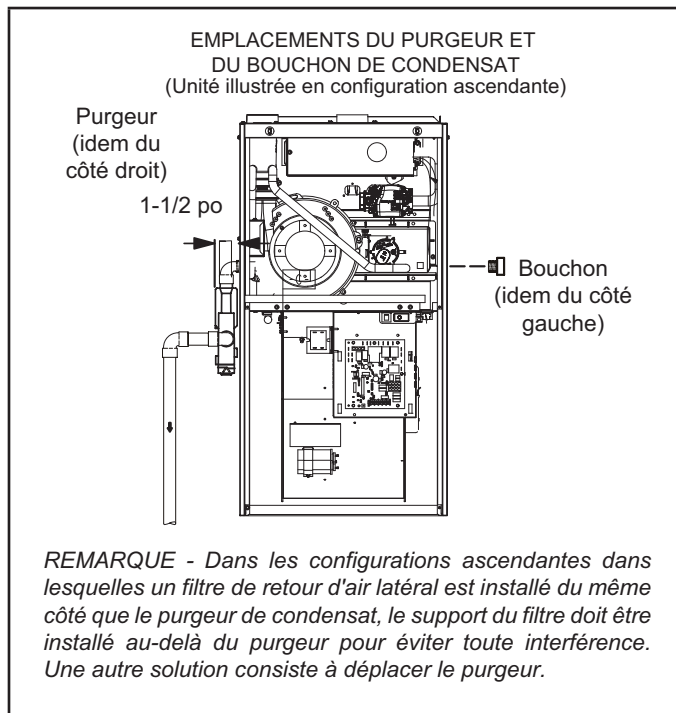
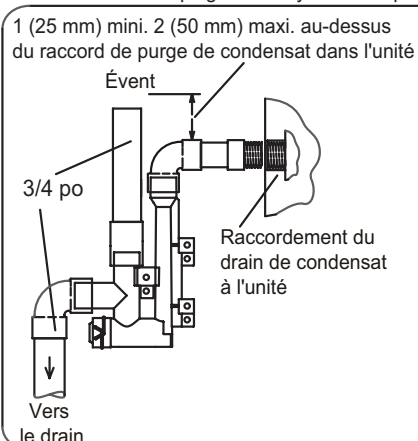

Figure 46
Figure 54
Reportez-vous aux Figures 46 et 48 pour les emplacements du purgeur de condensat. La Figure 54 illustre le purgeur avec un tuyau en PVC de 1/2 po ou de 3/4 po.
- 2 - Utilisez un grand tournevis plat ou une douille de 1/2 po pour retirer le capuchon (figure 46) du boîtier du collecteur de l'extrémité froide à l'emplacement approprié sur le côté de l'appareil. Installez un coude de 3/4 po NPT sur le boîtier du collecteur de l'extrémité froide. Utilisez de l'adhésif au Téflon ou un enduit d'enrobage approprié.
- 3 - Installez le bouchon sur l'ouverture de nettoyage à la base du purgeur. Fixez avec le collier. Reportez-vous à Figure 54.
- 4 - Installez le purgeur avec des raccords en PVC appropriés et collez tous les joints. Collez le purgeur fourni comme illustré à la Figure 54. Acheminez le conduit de condensat jusqu'à un drain ouvert. La conduite de condensat doit maintenir une pente descendante de 1/4" entre l'appareil et le drain.